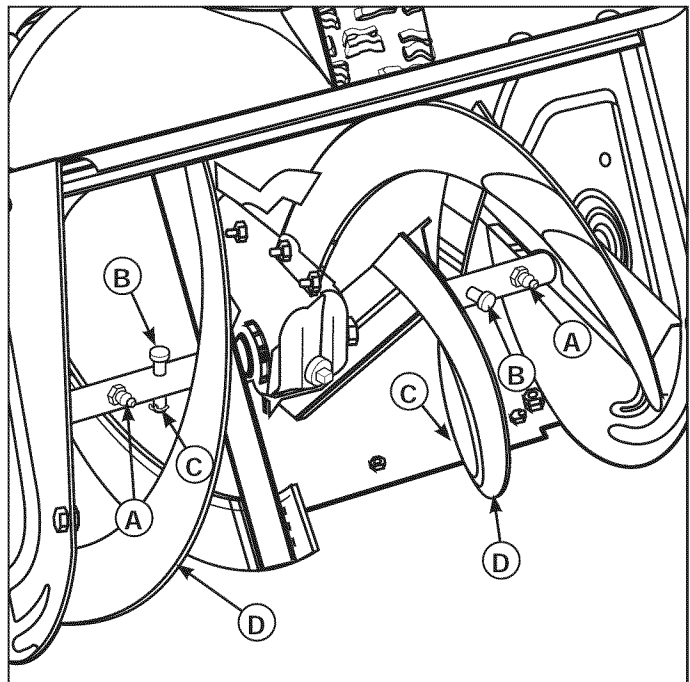

Figura 33. Lubricar el ensamblaje del eje del tornillo sinfín
1. Quite la clavija de la chaveta (C, Figura 33) y perno de seguridad (B).
2. Utilice una pistola de grasa y chorree algunos disparos de grasa en las adecuaciones para grasa (A).
3. Rote algunas veces el ensamblaje del tornillo sinfín (D) para distribuir la grasa de modo parejo. Repita el Paso 2.
4. Vuelva a instalar el perno de seguridad (B) y la clavija de la chaveta (C).